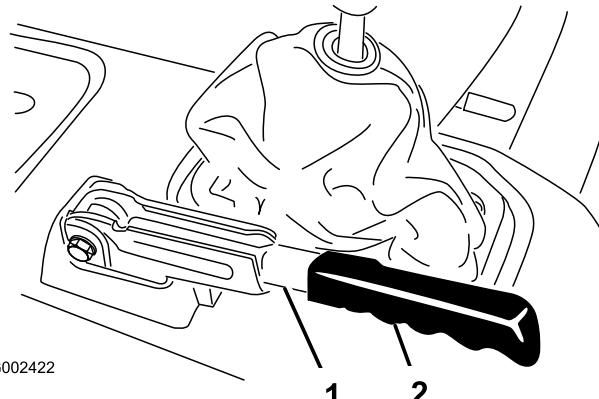

図 64
1. 駐車ブレーキレバーのゴム製グリップをはずす(図 64)。